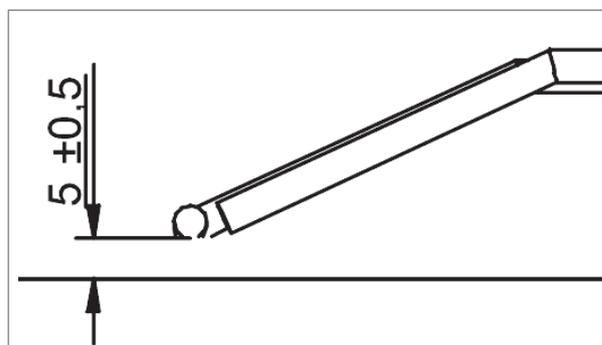

Figure 24 - Distance entre l'électrode et le brûleur
- a. La distance entre l'électrode et le brûleur doit être égale à $5,0 (\pm 0,5)$ mm (figure 24).